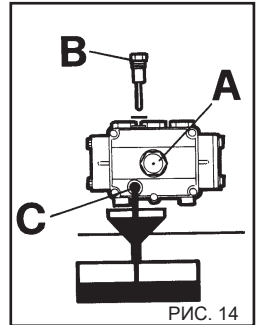

РИС. 14
Время от времени проверяйте уровень масла в насосе высокого давления с помощью смотрового стекла (рис. 14А) или щупа (рис. 14В).
- 1) Отвинтите сливную крышку, расположенную под насосом (рис. 14С).
- 2) Отвинтите крышку с помощью щупа (рис. 14).